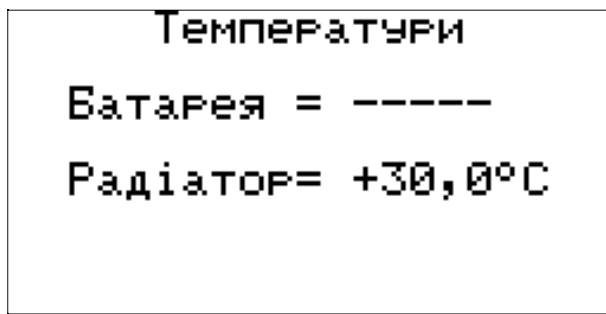

Рис. 9
7.2.2.3 Екран «Температури» представлений на Рис. 9.